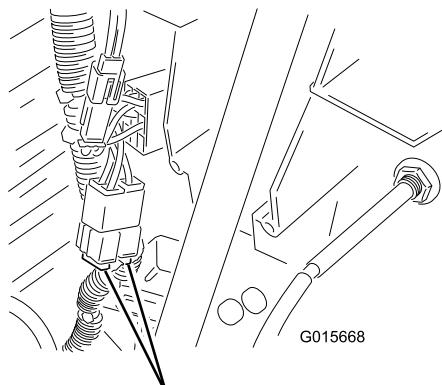

Figura 27
- Levante el capó y localice el fusible debajo del depósito de combustible (Figura 27).